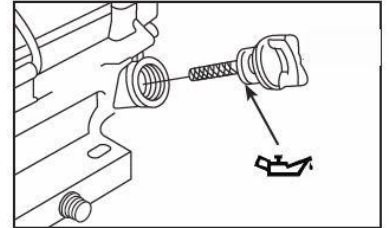

Fig. 3
2. Limpie el área alrededor de relleno de aceite y retire la varilla de medición. (See Fig. 3)